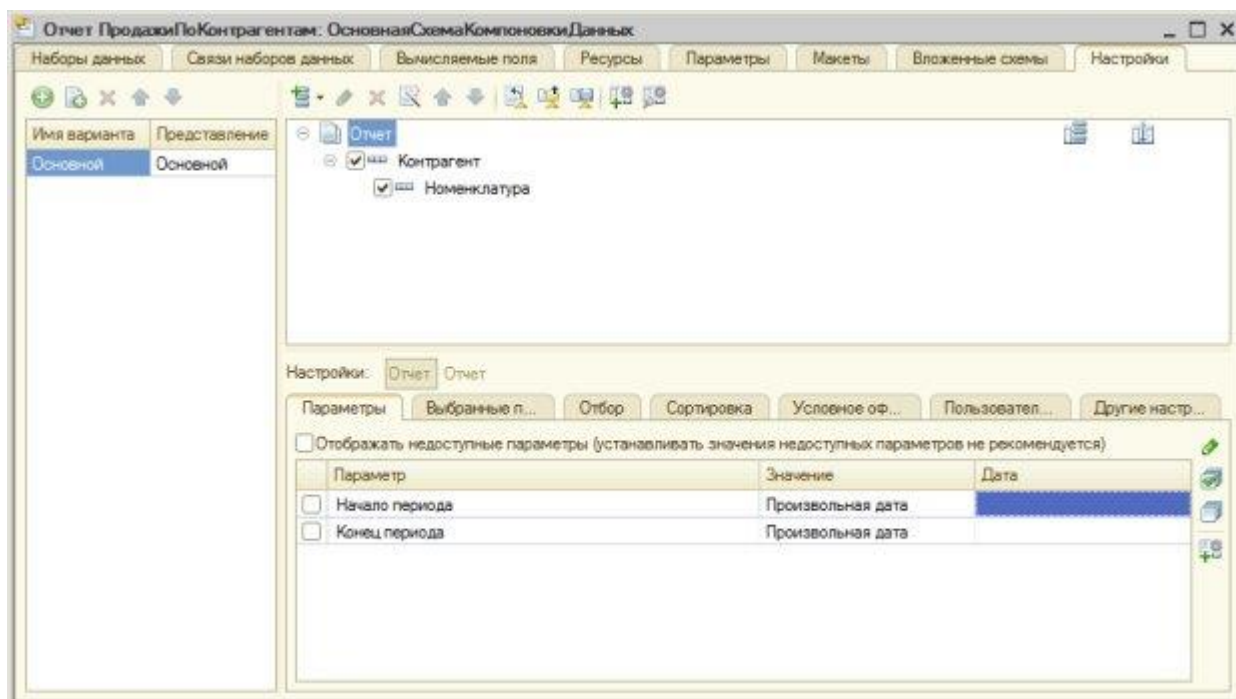

Рисунок 16.4- Вкладка Настройки окна конструктора СКД
7. В качестве поля для упорядочивания, в следующем окне конструктора, выберем поле **Контрагент**, упорядочивать будем по возрастанию. После этого нажмем **ОК** и вкладка **Настройки** окна конструктора СКД приобретет такой вид, Рисунок 16.4.